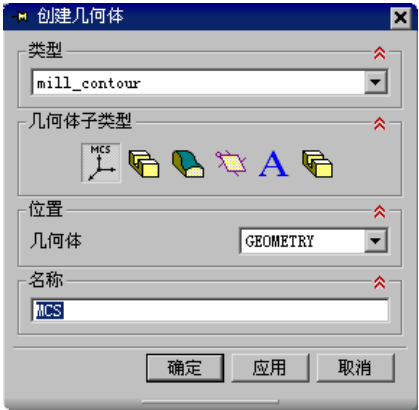

图 4.2.3 “创建几何体”对话框
(1) 选择下拉菜单 插入(I) 几何体(G)... 命令，系统弹出图 4.2.3 所示的“创建几何体”对话框。
Step1. 选择下拉菜单 **插入(I) → 几何体(G)...** 命令, 系统弹出图 4.2.3 所示的“创建几何体”对话框。